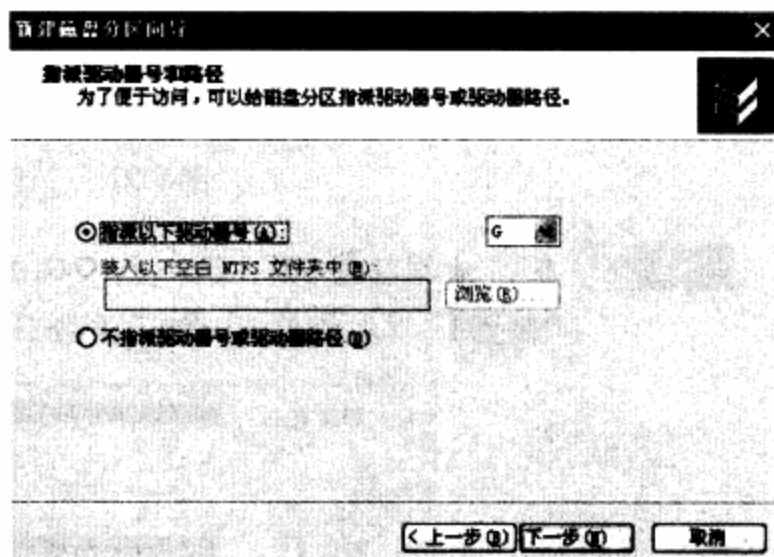

图4-58 指派驱动器和路径
**步骤 07** 设置主分区的驱动器号（一般情况下这一步是不需要调动的），如G，单击“下一步”按钮，如图4-58所示。